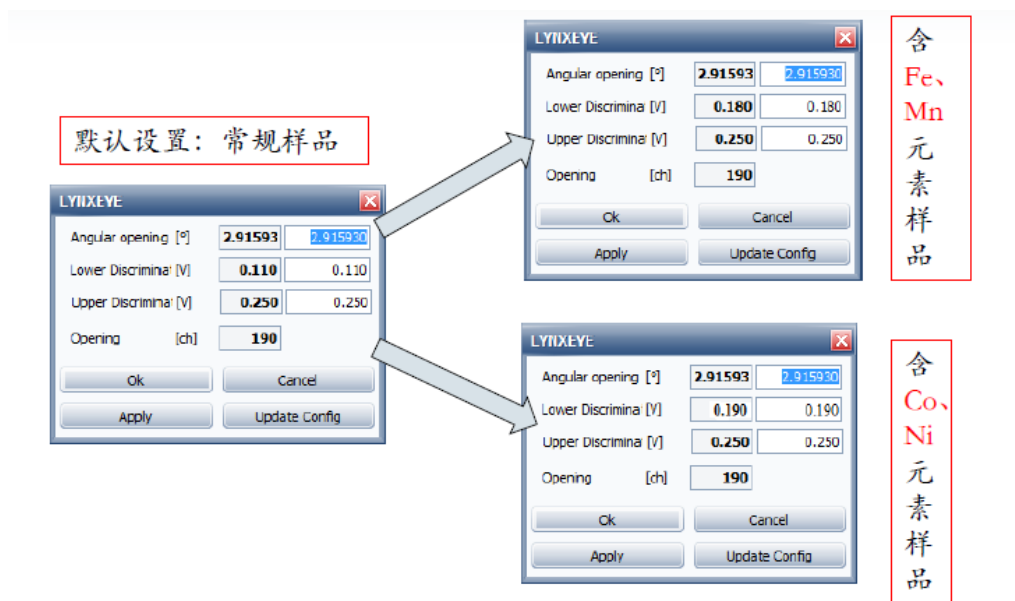

图 4-5
**LynxEye 去荧光模式：** 点击旁边的箭头，在出现的对话框中通常 Low disc 即能量下限为 0.11。当测量含有 Fe、Ti 等元素的样品时，由于出现荧光效应得到的衍射谱具有很高的荧光背底，影响测量结果，此时可以将能量下限改为 0.18，如含有较多的 Co 元素，则改成 0.19。（图 4-5）。点击 Apply 及 OK 键，完成修改。测量得到的谱线将会去除荧光的影响。）(注意每次可以检查一下，以免参数设置错误)，测量普通样品时，将参数改回来，否则测量强度会降低。在测量范围从 10 度以上开始时，探测器可以选择全部的通道；如果从比较低的角度开始，如测量介孔材料，则需要减小探测器的开口角以避免高的空气散射或直射光。